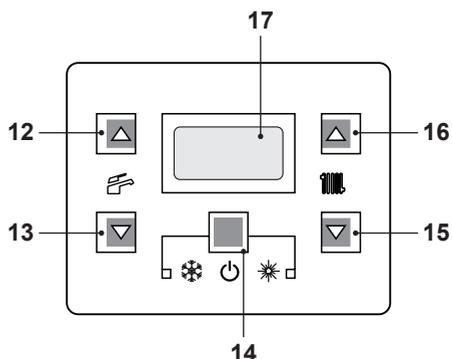
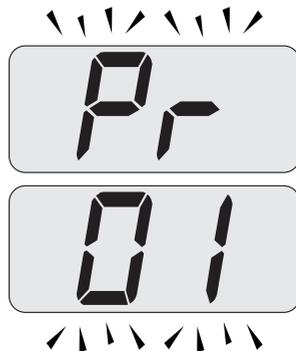
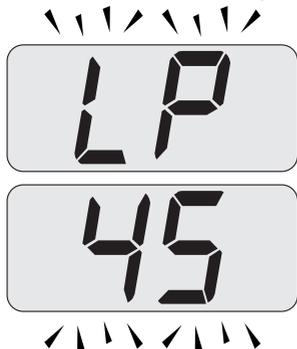
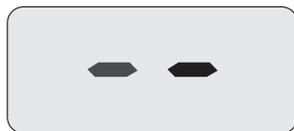

Figura 7.2
Figura 7.3
Figura 7.4
Figura 7.8
- Entrare in "modalità programmazione" premendo contemporaneamente per 10 secondi i tasti 14 - 15 - 16 (Figura 7.2) fino a far apparire sul display LCD le lettere **Pr** che si alternano con il codice **01**, indicanti l'entrata nel "parametro 01" (Figura 7.3).
e 16 (Figura 7.2) fino a far apparire sul display LCD le lettere **LP** che si alternano con il valore di temperatura dell'acqua di riscaldamento (es. **45**), indicanti l'entrata nell'attivazione della "funzione spazzacamino" alla potenza minima (Figura 7.4).
- Premere il tasto 15 (Figura 7.2) fino a far apparire sul display LCD le lettere **LP** che si alternano con il valore di temperatura dell'acqua di riscaldamento (es. **60**), indicanti l'entrata nell'attivazione della "funzione spazzacamino" alla potenza minima in sanitario (Figura 7.7).
2 secondi il tasto 14 (Figura 7.2) fino a far apparire sul display LCD il simbolo  (Figura 7.8).